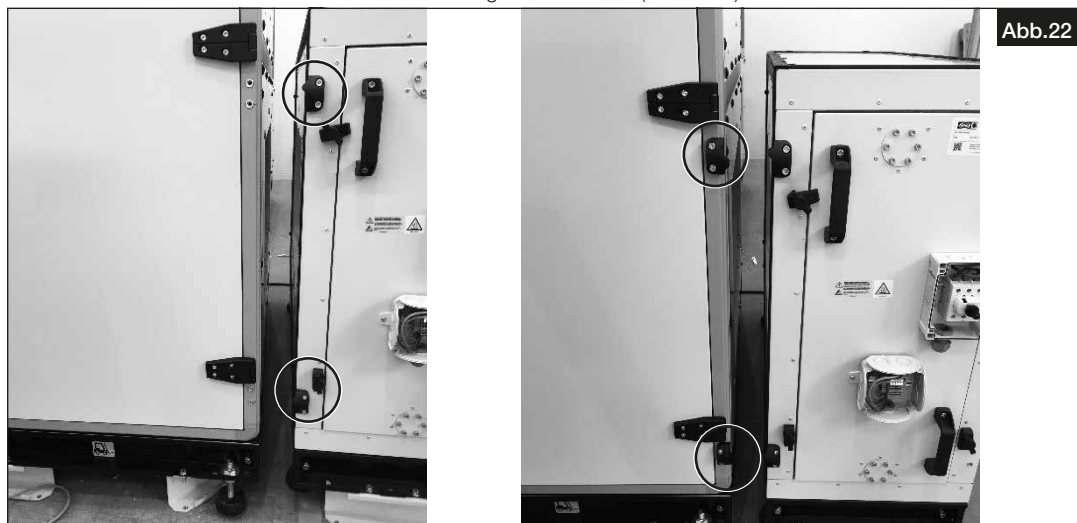

Abb.22
5. Modul-Verbinder am AIR1-Gerät und dem Heizregister montieren (s. Abb.22).